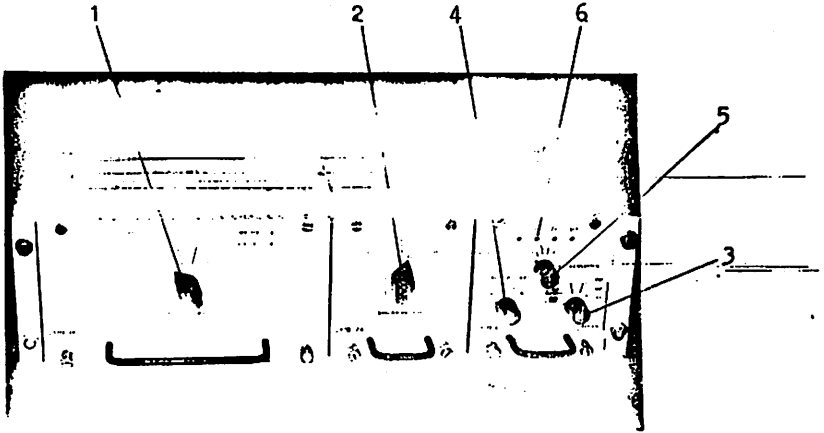

Abb. 2 Empfangseinschub 2170 EE
- Abb. 2 Empfangseinschub 2170 EE